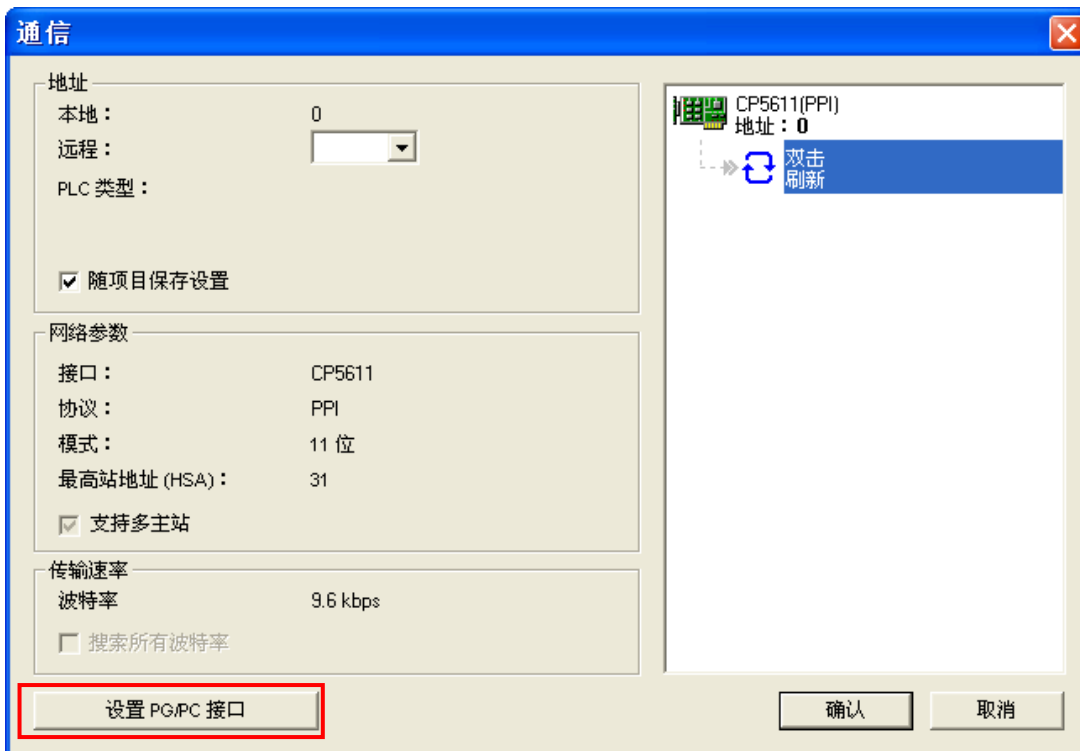
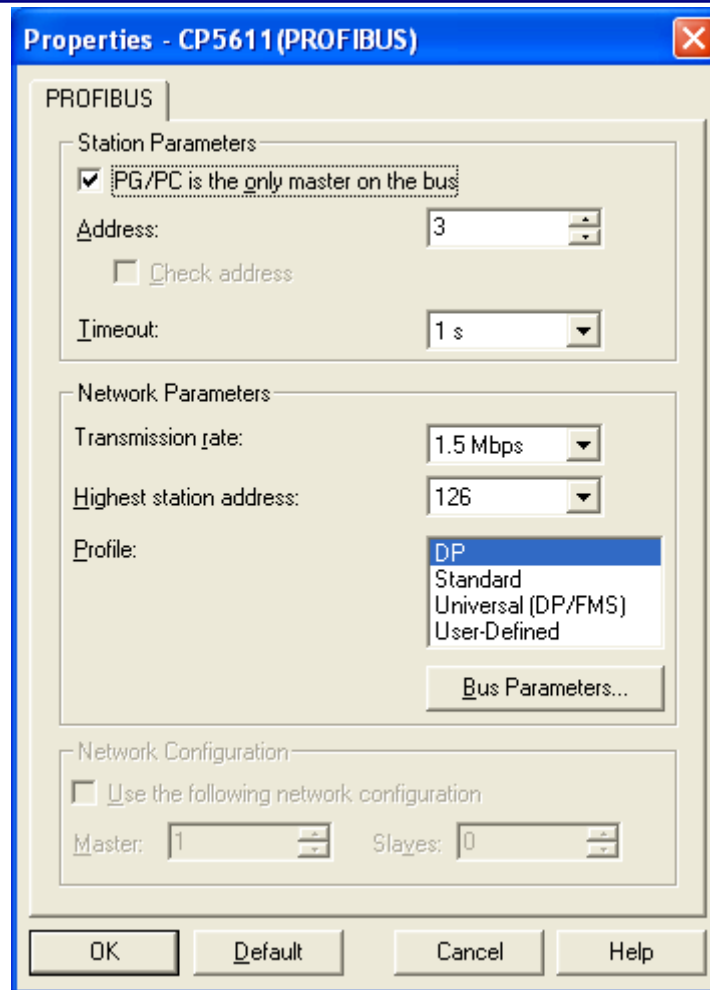

图 16
图 18
1. 打开 STEP7-Micro/win 软件，生成 S7-200 项目，双击“通讯”功能图标，配置 Micro/win 与 S7-200CPU 的连接，如图 16
点击“Properties”核对网络参数如图 18，点击“OK”返回图 16，